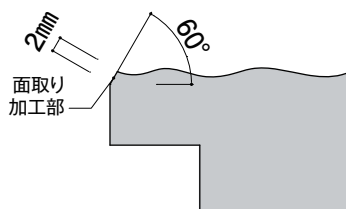

図3 面取り加工
▶モエン出隅側表面、端部にヤスリ等で面取り加工を施す。(図3参照)